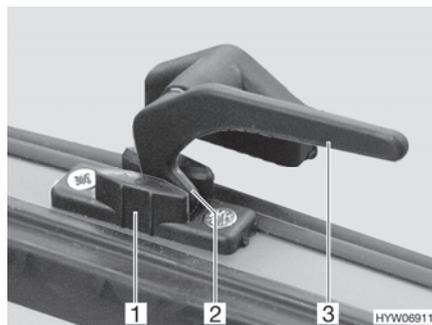

Fig. 47 Palanca de bloqueo en la posición de "ventilación continua"
- En la posición "ventilación continua" (Fig. 47)
- Girar todas las palancas de bloqueo (Fig. 47,3) un cuarto de vuelta hacia la mitad de la ventana.
- Girar de nuevo hacia atrás las palancas de bloqueo. El saliente de bloqueo (Fig. 47,2) se ha de introducir para ello siempre en el rebaje del bloqueo de la ventana (Fig. 47,1).